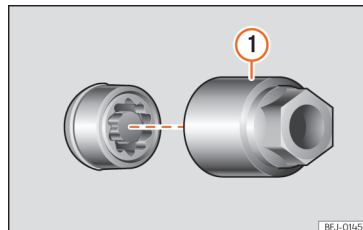

Fig. 34 Parafuso antirroubo com capa de proteção e adaptador.
- Encaixe o adaptador especial »» **Fig. 34 ①** (ferramenta de bordo »» **Página 44**) no parafuso antirroubo da roda até ao limite.